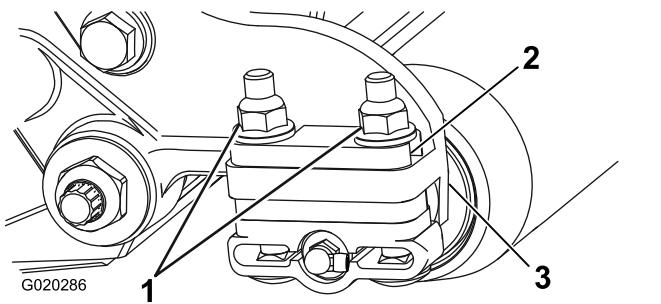

Figura 6
1. Retire las 2 contratuerca con arandela prensada que sujetan cada soporte de rodillo a las chapas laterales (Figura 6).